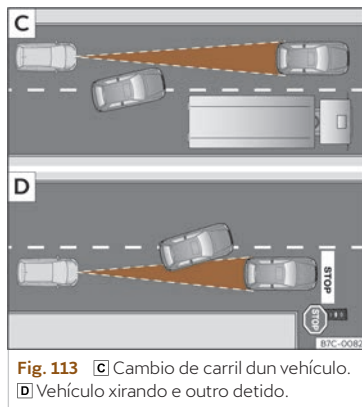

Fig. 113 [C] Cambio de carril dun vehículo. [D] Vehículo xirando e outro detido.
- Vehículos que cambien ao carril polo que vostede circula a pouca distancia do seu vehículo >>> **fig. 113 [C]**.
O ACC non reacciona ante vehículos parados. Se por exemplo, un vehículo detectado polo ACC xira ou se afasta e diante do mesmo atópase un vehículo parado, o ACC non reaccionará ante este >>> **fig. 113** .